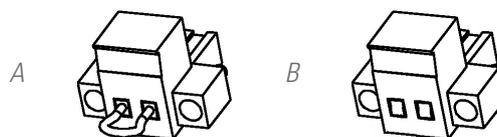

Fig. 11. Conector para el EPO externo.
- Ya bien al retirar el conector hembra del zócalo donde está insertado. Este conector lleva conectado un cable a modo de puente que cierra el circuito (ver Fig. 11-A).
- O al accionar el pulsador externo al equipo y de propiedad del usuario e instalado entre los terminales del conector (ver Fig. 11-B). La conexión en el pulsador deberá estar en el contacto normalmente cerrado -NC-, por lo que abrirá el circuito al accionarlo.